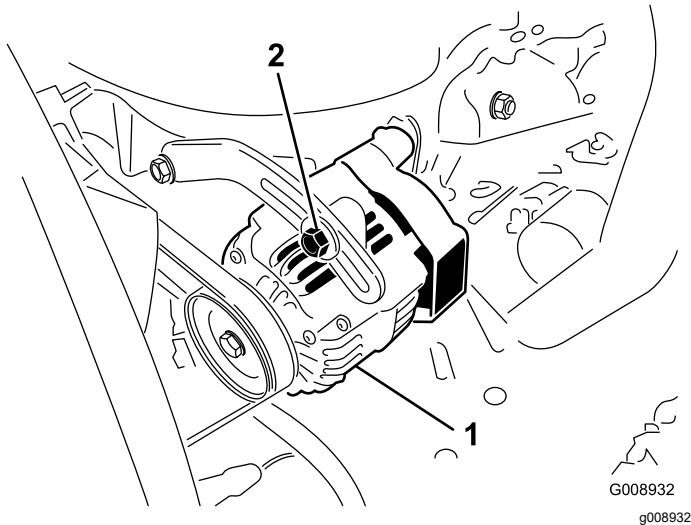

Figure 116
Vérifiez l'état et la tension des courroies (Figure 116) toutes les 100 heures de fonctionnement.
3. Si vous n'obtenez pas une flèche de 10 mm, desserrez les boulons de fixation de l'alternateur (Figure 116).